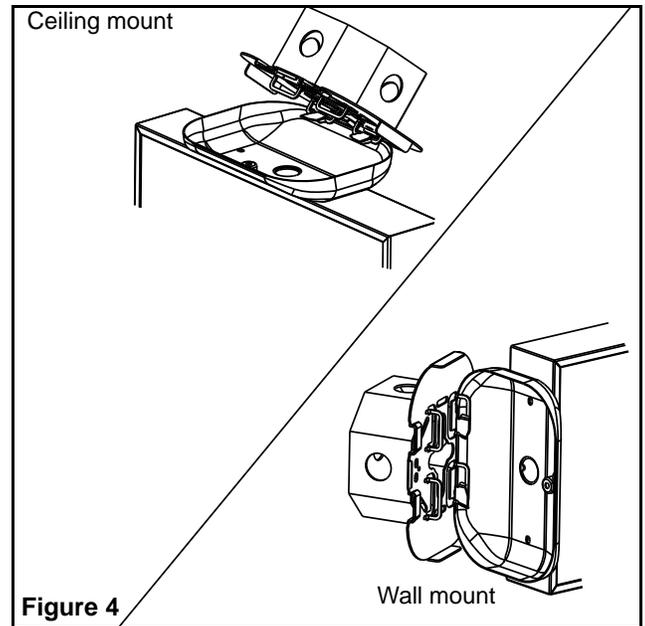

Figure 4
- h. The “Quick-install” canopy is equipped with ribs allowing you to hang the unit to the spider plate to facilitate wiring (See Figure 4).
- Le pavillon d'installation rapide est muni de nervures qui permettent de suspendre l'unité au plaque de fixation afin de faciliter le câblage (voir Figure 4).